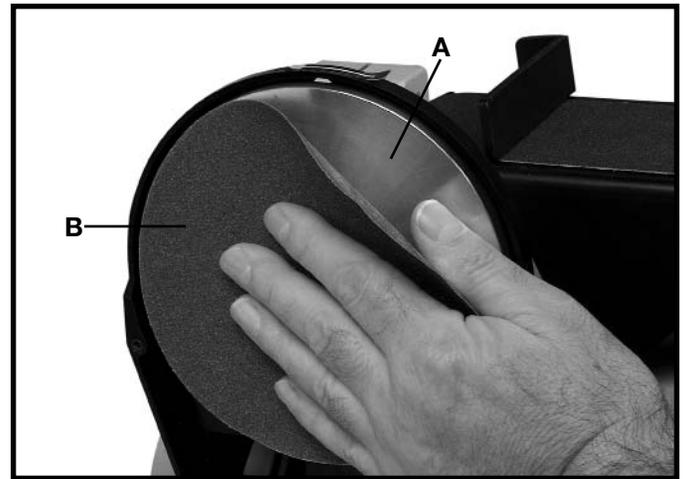

Fig. 9
1. Assurez-vous que le plateau du disque de ponçage (A) fig. 9, est propre.
2. Pelez l'endos protecteur du disque de ponçage et pressez fermement le disque (B) en position sur le plateau sur tout le pourtour, comme l'illustre la figure 9.